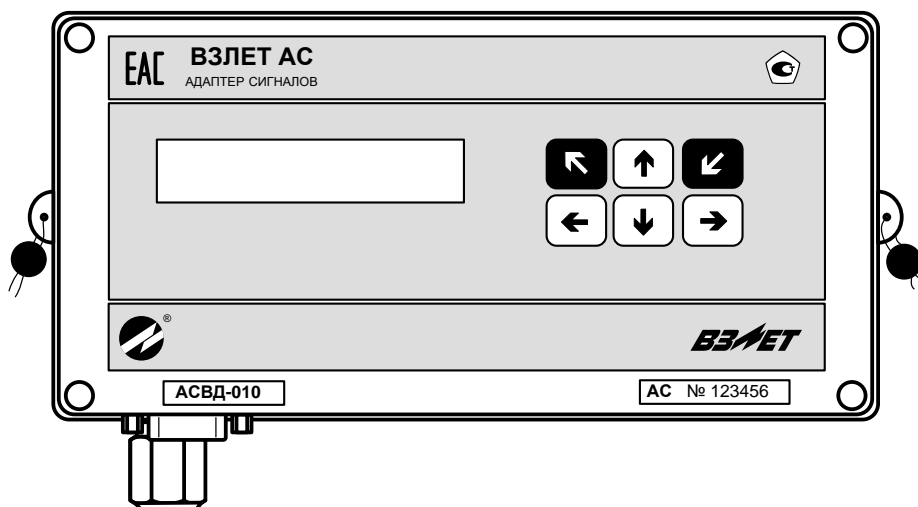

Рис.1. Преобразователь измерительный исполнения АСВД-010.
1.1.2. Внешний вид преобразователя измерительного «ВЗЛЕТ АС» исполнения АСВД-010 показан на рис.1.